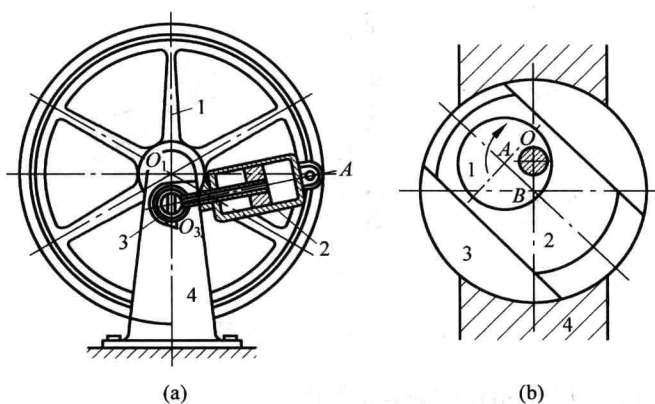
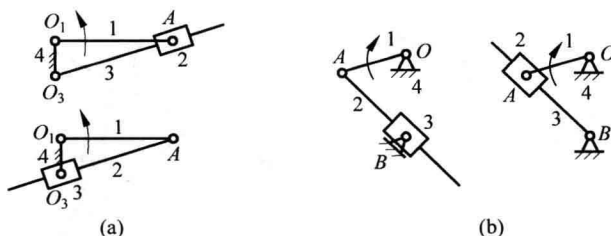

图 1.19 题 1.2.4 图
图 1.20 题 1.2.4 解答
1.2.4 绘制如图 1.19 所示机构的运动简图。
解 图 1.19 所示机构的运动简图如图 1.20 所示。